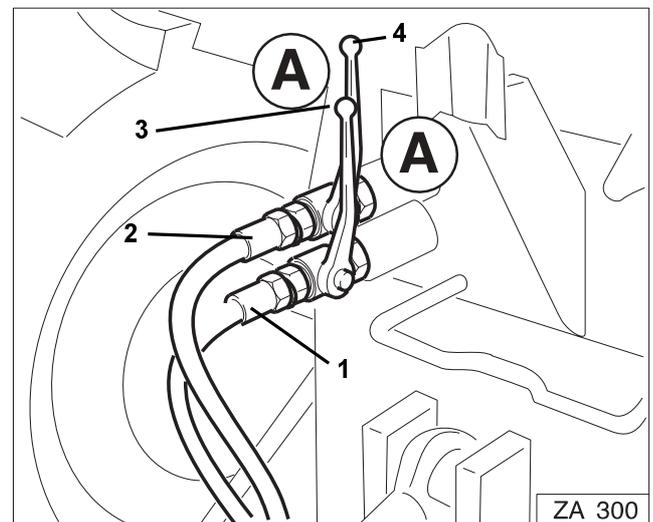

Fig. 18
- Die Hydraulikleitungen (Fig. 18/1 und Fig. 18/2) der hydraulischen Einzelschieberbetätigung jeweils an ein einfachwirkendes Steuerventil des Schleppers anschließen.
- müssen die Kugelhähne (Fig. 18/3 und Fig. 18/4) geschlossen sein: Position A!